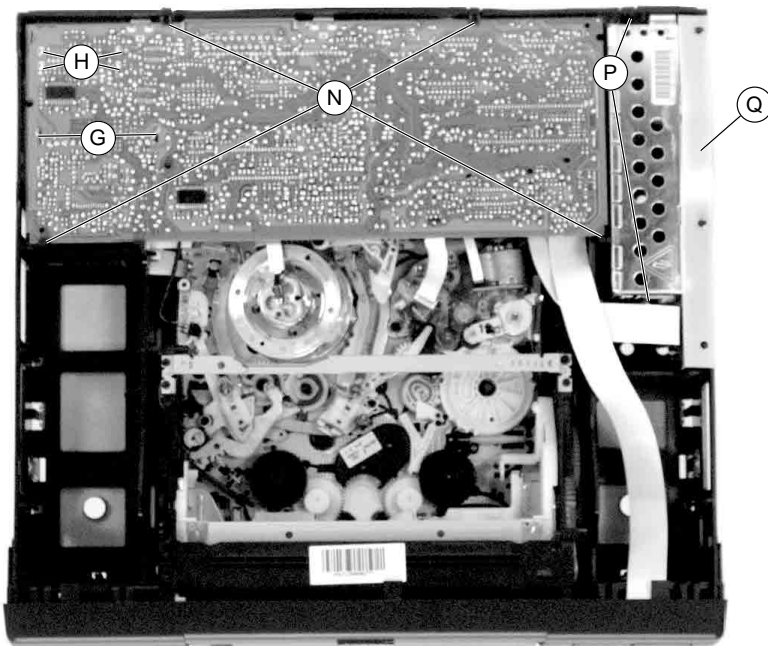

Fig. 6
- Déverrouiller les ergots (N) et retirer le C.I. principal (Fig. 6).
- Défaire les crochets de fixation (G) et dessouder le tuner (Fig. 6).
- Défaire les crochets (H) et dessouder le modulateur (Fig. 6).
- Open the locking lugs (N) and remove the Family Board (Fig. 6).
- Loosen the mounting hooks (G) and unsolder the Tuner (Fig. 6).
- Loosen the mounting hooks (H) and unsolder the Modulator (Fig. 6).
- Dégager les ergots (P) et retirer le C.I. alimentation (Fig. 6).
**Veiller à remettre le blindage du C.I. alimentation lorsque les travaux de maintenance sont terminés ainsi que la bande d'isolation (Q) (Fig. 6)!**
- Release the locking lugs (P) and take out the Power Supply Board (Fig. 6).
**On completion of the repairs take care that the shielding cover and the isolating strip (Q) (Fig. 6) are refitted to the Power Supply Unit!**